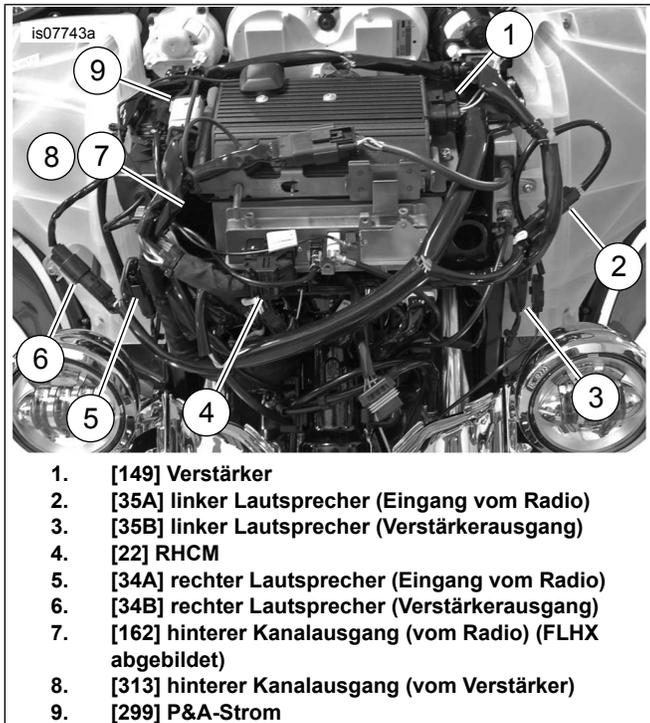

Abbildung 10. Kabelbaumanschlüsse
4. Siehe Abbildung 10. Kabelbaum wie abgebildet positionieren und die Steckverbinder anschließen. Die Anschlüsse für [162] und [313] sind in den folgenden Hinweisen ausführlich beschrieben.
- Wenn dieser Verstärker als ein sekundärer Verstärker zur Versorgung von sechs oder acht Lautsprechern verwendet wird, sind die Verbindungsdetails für [162] und [313] in Tabelle 1, Tabelle 2 und in Satz 76000280 zu beachten. FLHX(S) [162] (F) ein hinterer 4-Weg-Molex-Kanalausgang im Radio. Für einen Lautsprecherausgang ohne Verstärker. Siehe Abbildung 8 >. Bei einem primären Verstärker nicht verwendet; für einen sekundären Verstärker-EINGANG verwendet. Siehe Abbildung 10. FLHTC/FLHTK/TRIKE [162] (R) ein hinterer 16-Weg-Molex-Kanalausgang im Radio. Enthält alle Kabel für den Hecklautsprechersockel. 69200714 für den Gebrauch mit Verstärkern einbauen (siehe Schritt 7). Verkleidungsverstärker [313], ein hinterer 4-Weg-Molex-Kanalausgang des primären Verstärkers. Kann für Satteltaschenlautsprecher, hintere Sockel oder untere Verkleidungen verwendet werden. Bei Verwendung von Konfigurationen mit sechs oder acht Lautsprechern für die unteren Verkleidungen reserviert.